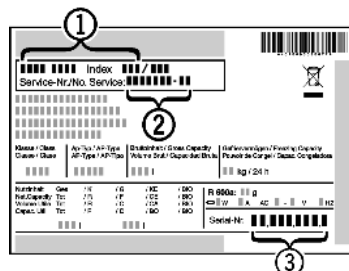

Fig. 6
▶ Gerätebezeichnung Fig. 6 (1), Service-Nr. Fig. 6 (2) und Serial-Nr. Fig. 6 (3) vom Typenschild ablesen. Das Typenschild befindet sich an der linken Geräteinnenseite.
- ▶ Den Kundendienst benachrichtigen und den Fehler, Gerätebezeichnung Fig. 6 (1), Service-Nr. Fig. 6 (2) und Serial-Nr. Fig. 6 (3) mitteilen.